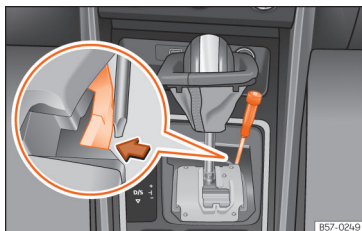

Abb. 218 Wählhebel: Notentriegeln aus der Parkstellung.
- Drücken Sie seitlich mit Hilfe der flachen Seite des Schraubendrehers auf die gelbe Taste und halten Sie sie gedrückt » » » **Abb. 218**.